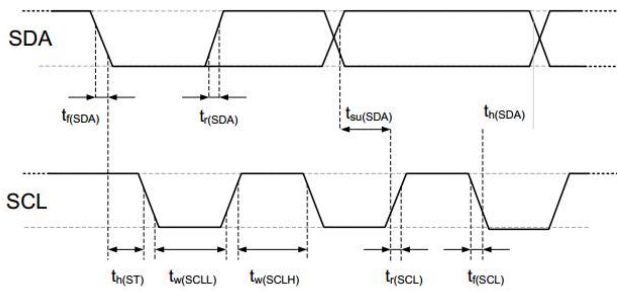

图12 数字输入/输出端的时序图、缩略语在表 8 中进行了解释。较粗的 SDA 线由传感器控制、普通的 SDA线由单片机控制。请注意 SDA 有效读取时间由前一个转换的下降沿触发。
SDA 引脚用于传感器的数据输入和输出。当向传感器发送命令时，SDA在串行时钟SCL的上升沿有效，且当SCL为高电平时，SDA必须保持稳定。在SCL下降沿之后，SDA值可被改变。为确保通信安全，SDA的有效时间在SCL上升沿之前，和下降沿之后应该分别延长至TSU and TH0-参考图12。当从传感器读取数据时，SDA在SCL变低以后有效 (TV), 且维持到下一个SCL的下降沿。
电气特性，如功耗、输入和输出的高、低电平电压等，依赖于电源供电电压。为了使传感器通讯顺畅，很重要的一点是，确保信号设计严格限制在表 7、8 和图 12 所给出的范围内）。
表 8 I²C快速模式数字输入/输出端的时序特性。具体含义在图12 有所显示。除非另有注明。